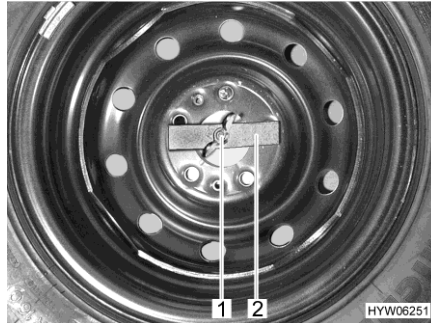

Fig. 157 Ruota di scorta nel gavone di coda
- Svitare manualmente il dado ad alette (Fig. 157,1) e rimuoverlo.
- Rimuovere la barretta di compressione (Fig. 157,2).